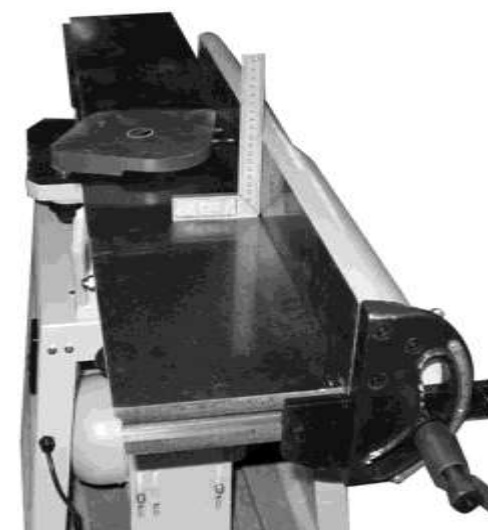

Рис.18
- Установите направляющую планку к валу и заблокируйте в позиции 90° с помощью фиксирующей ручки (18) направляющей планки, сдвинув ее в сторону шкалы и повернув против часовой стрелки (положение I).
- Установите угольник к направляющей планке и поверхности рабочего стола, Рис.18. Направляющая планка и рабочий стол должны быть под углом 90° друг к другу. Если нет, ослабьте фиксирующую ручку (18) направляющей планки, ослабьте фиксирующую гайку (23) и поверните ограничительный болт (22), чтобы получился прямой угол. Закрепите в этом положении путем затягивания фиксирующей гайки (23), Рис. 17.